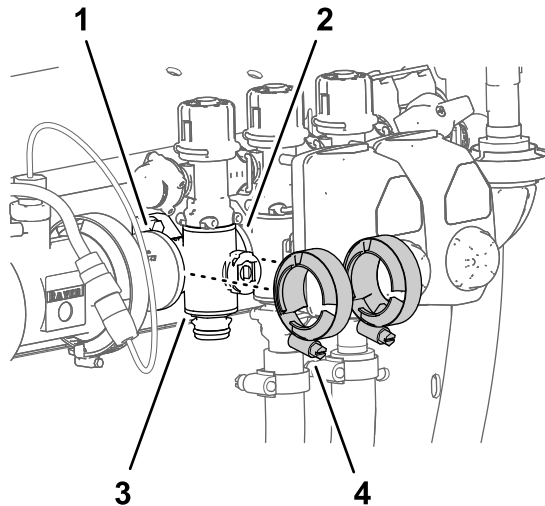

Figura 111
3. Retire las 2 bridas de fijación que sujetan el distribuidor de sección a la bridas de los componentes adyacentes (Figura 111).